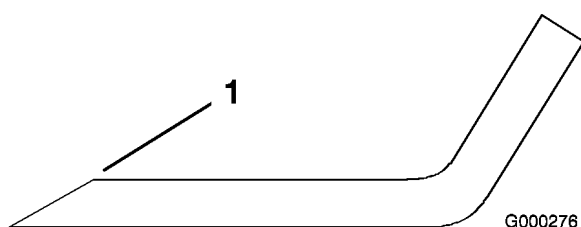

Bild 78
1. Schärfen Sie die Schnittkante an beiden Enden des Schnittmessers mit einer Feile (Bild 78). Behalten Sie den ursprünglichen Winkel bei. Das Schnittmesser behält seine Auswuchtung bei, wenn von beiden Schnittkanten die gleiche Materialmenge entfernt wird.